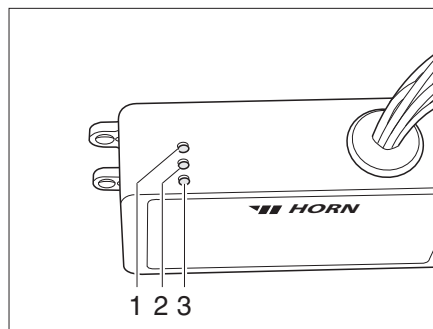

Fig. 216 Régulateur
Le régulateur (Fig. 216) est monté dans la penderie. Les voyants de contrôle qui se trouvent sur le régulateur ont la signification suivante :
- Le voyant de contrôle (Fig. 216,2) s'allume en vert : Régulateur en marche.
- Le voyant de contrôle (Fig. 216,1) s'allume en rouge : Le réservoir d'eaux usées est chauffé.
- Le voyant de contrôle (Fig. 216,3) s'allume en rouge : Les conduites des eaux usées sont chauffées.